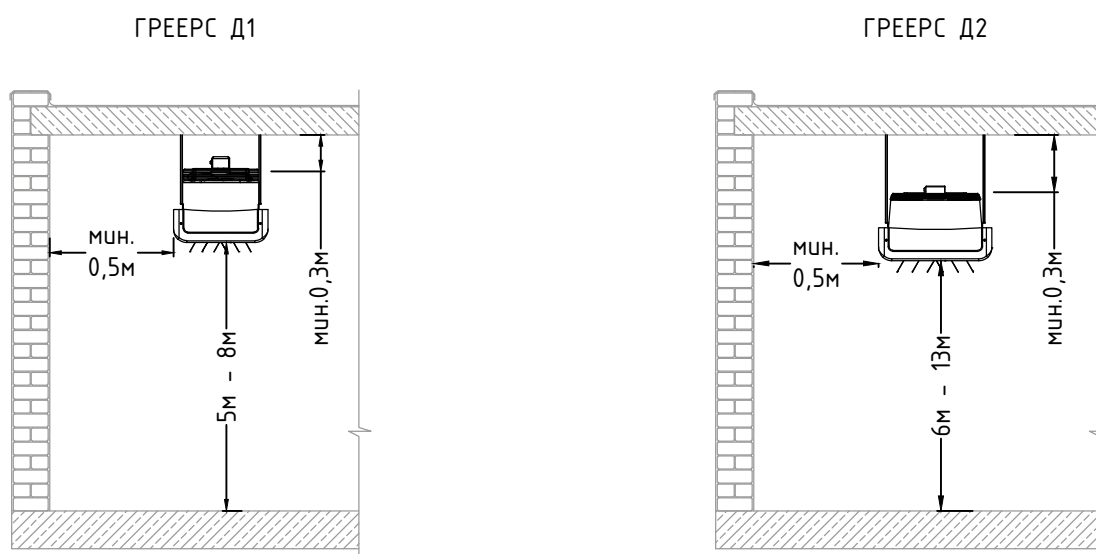
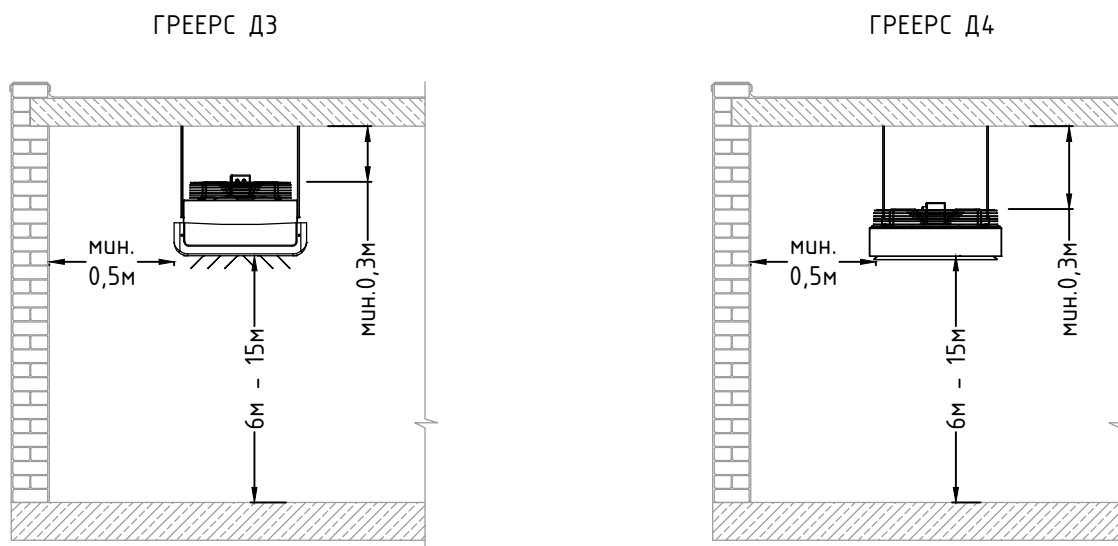

Рис. 2. Рекомендуемые расстояния при монтаже 1-го и 2-го типоразмера
Рис. 3. Рекомендуемые расстояния при монтаже монтаже 3-го и 4-го типоразмера
- Соблюдайте рекомендуемые высоты монтажа устройств для обеспечения равномерного распределения воздуха по высоте помещения. Рекомендуемые высоты монтажа приведены на Рис. 3 и 4.
Дестратификаторы устанавливаются на горизонтальных поверхностях. Аппарат оснащен монтажными креплениями для установки на шпильки. Во время установки необходимо соблюдать рекомендуемые расстояния до ближайших конструкций (Рис. 2 и Рис. 3).